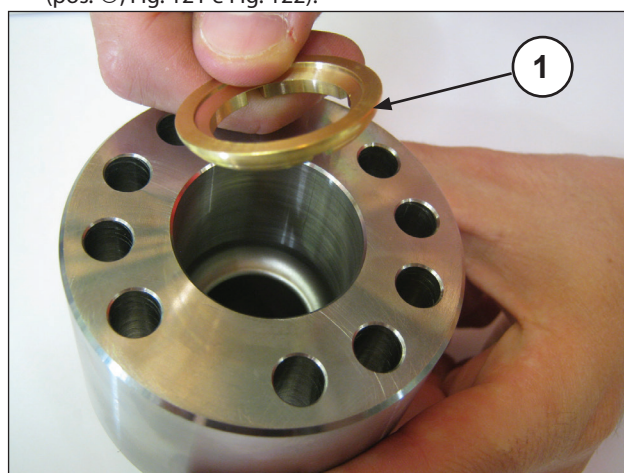
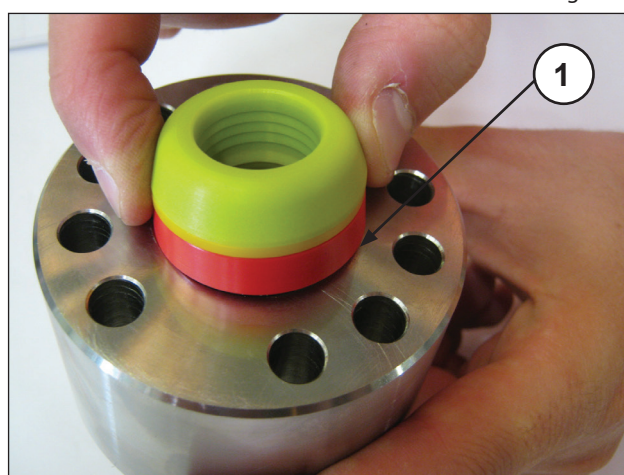
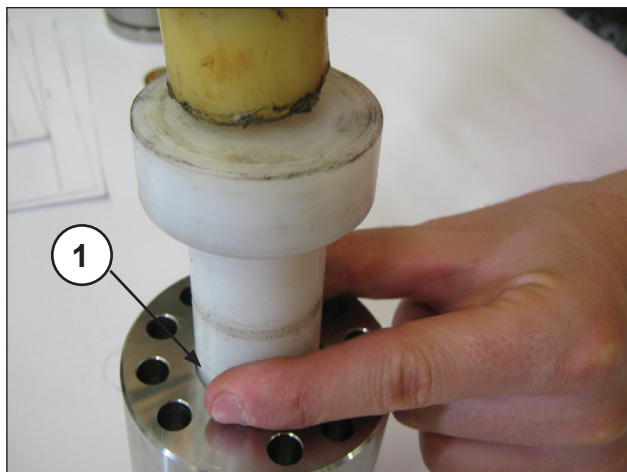

Fig. 120
Fig. 121
Fig. 122
- Introdurre nel supporto guarnizioni H.P. l'anello di testa (pos. ①, Fig. 120) e a seguire il pacco H.P. (alta pressione); data la leggera interferenza tra la tenuta e il supporto guarnizioni H.P., per evitare eventuali danneggiamenti si consiglia l'utilizzo di un tampone in materiale plastico (pos. ①, Fig. 121 e Fig. 122).
La tenuta H.P. deve essere introdotta nel supporto come indicato in Fig. 121 e Fig. 123.